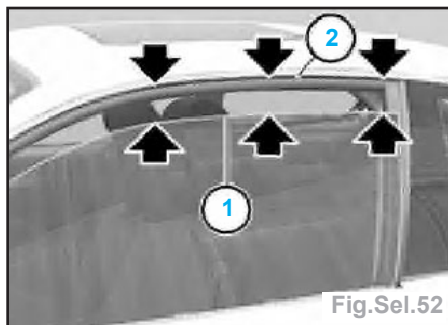

Fig.Sel.52
- Réglage idéal : le bord supérieur de la vitre (1) doit être parallèle au profil (2) de la gouttière (fig.Sel.52).